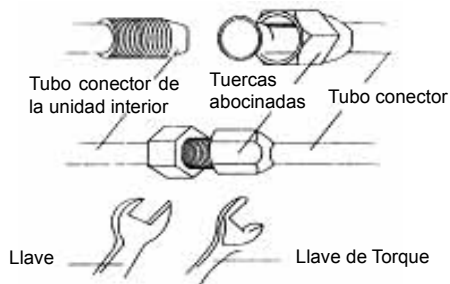

Fig. 15
- (1) Alinee el extremo abocinado del tubo de cobre con el centro de la junta roscada. Apriete manualmente la tuerca del extremo roscado.
- (2) Use una llave de torque para apretar la tuerca abocinada hasta que la llave deje de apretar (Ver la Fig. 15).